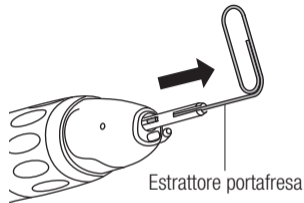

Fig. 4
- 2) Inserire nel mandrino l'estrattore del portafresa in dotazione. Estrarre il portafresa agganciando l'estrattore alla feritoia del portafresa. (Fig. 4)